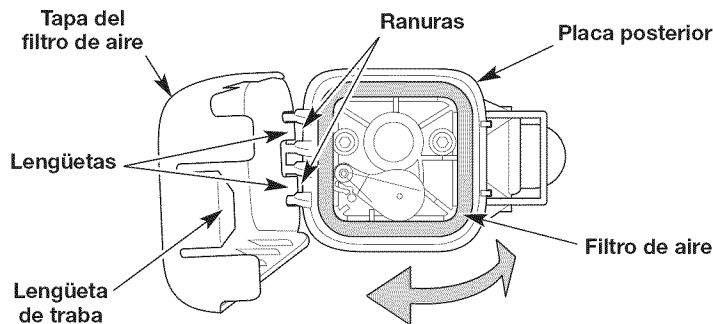

Fig. 13
1. Abra la tapa del filtro de aire: presione la lengüeta de traba hacia adentro y gire la tapa del filtro de aire hacia la izquierda (Fig. 13).
2. Quite el filtro de aire (Fig. 13).
6. Reinstale el filtro de aire (Fig. 13).
7. Cierre la tapa del filtro de aire: inserte las lengüetas de la cubierta del filtro de aire en las ranuras de la placa posterior. Gire la tapa de la cubierta de aire hacia la derecha y presiónela hasta que la lengüeta de traba caiga en su lugar (Fig. 13).